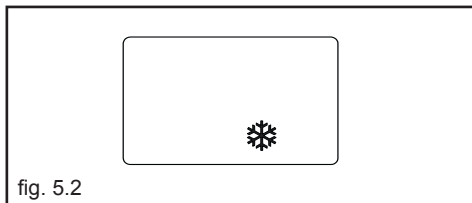

fig. 5.2
- **Antigelo riscaldamento:** la funzione si avvia se la temperatura rilevata dalla sonda di mandata scende sotto i 5°C. In questa fase si attiva il circolatore e, se caldaia non in blocco, anche il bruciatore alla minima potenza finché la temperatura dell'acqua di mandata raggiunge i 35 °C. Durante il ciclo antigelo sul visualizzatore digitale appare il simbolo  (fig. 5.2).
- **Antigelo sanitario:** la funzione si avvia se la temperatura rilevata dalla sonda sanitaria scende sotto i 5 °C. In questa fase si attiva il circolatore e, se caldaia non in blocco, anche il bruciatore alla minima potenza finché la temperatura dell'acqua di mandata raggiunge i 55 °C. Durante il ciclo antigelo sul visualizzatore digitale appare il simbolo  (fig. 5.2).